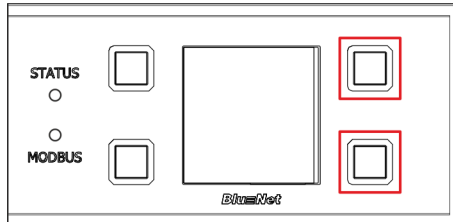

Abb. 54: Display mit Bedientasten
1. ➔ Die zwei Tasten rechts neben dem Display drücken und gedrückt halten (Abb. 54/rote Markierung).
4. ➔ Die zwei Tasten neben dem Display loslassen (Abb. 54/rote Markierung).